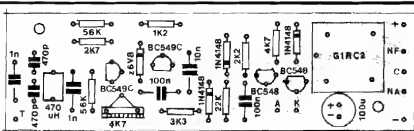

Fig.3
- FIG. 3 - CHAPEADO DA MONTAGEM - Chamamos de "chapeado" (um termo herdado do tempo "da válvula"...), à vista real dos componentes já interligados para "formar" o circuito... No caso, temos a placa vista pelo seu lado não cobreado, todas as peças devidamente posicionadas, identificadas pelos seus códigos, valores, polaridades e mesmo certos detalhes estilizados de "aparência", sempre indicados ou mencionados no sentido de prevenir erros, inversões ou "tro-
Terminadas as soldagens, uma conferência final, rigorosa, deve ser feita, restando então cortar as sobras ou excessos de terminais, pelo lado cobreado. Aos novatos, lembramos que o lado da placa mostrado no "chapeado" é sempre o **oposto** ao cobreado, ou seja: a face **sem cobre** (onde, nas placas fornecidas com os KITS, existe a demarcação em **silk-screen**, idêntica à vista na fig. 3...). Enfim: as peças e componentes são **sempre** colocadas pelo lado **não cobreado** da placa... (Parece elemental, mas muito principiante já "dançou" nisso, colocando as peças pelo lado das pistas e ilhas cobreadas...).